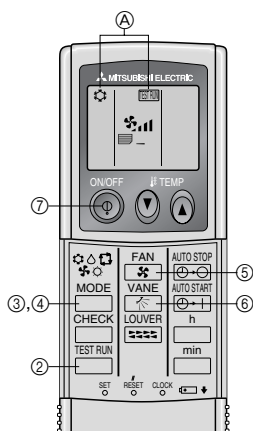

Fig. 7-2
7.2.2. Med trådlös fjärrkontroll (Fig. 7-2)
- ① Slå på strömmen till enheten minst 12 timmar före testkörningen.
- ② Tryck på **TEST RUN**-knappen två gånger i följd.